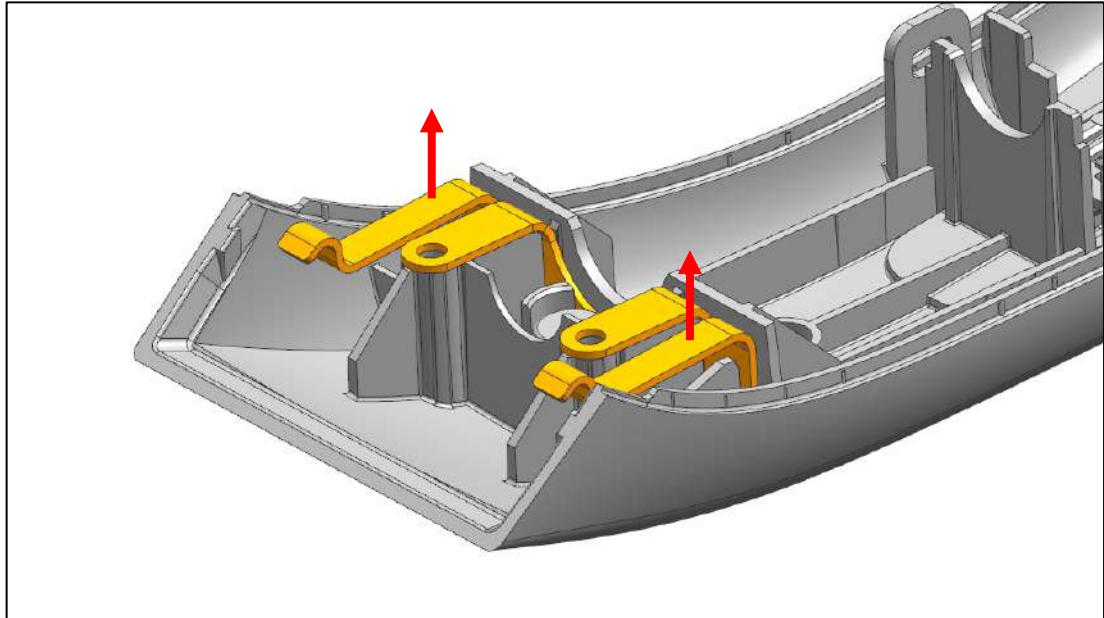

Abb. 9
- a) Lösen Sie das Halteblech aus der Klemmung des Gehäuses indem Sie es an den beiden äußeren Federschenkeln vorsichtig hin und her bewegen. Entnehmen Sie das Halteblech anschließend aus dem Gehäuse (Abb. 9).